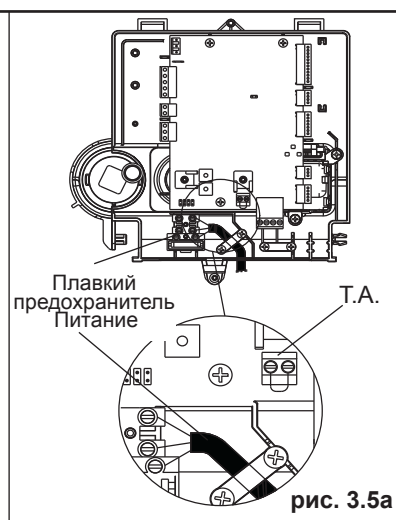

рис. 3.5a
- Проденьте кабель питания и термостата температуры в помещении, которые вы хотите подключить (рис. 3.5a)